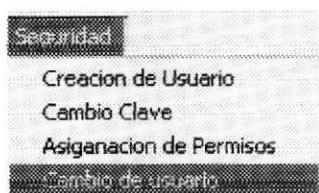

Figura 7.10. Selección de Cambio de Usuario
4. Seleccione el botón eliminar  y le aparecerá una pantalla de advertencia como se muestra en la figura 7.10